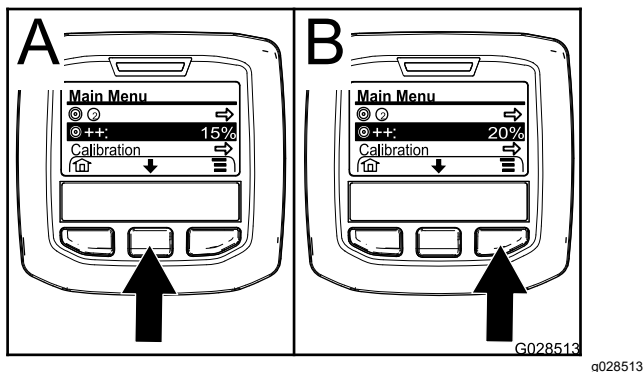

図 67
2. 必要に応じ、中央ボタンを押して散布率ブーストを表示させる 図 67。
注 散布率ブーストを示すアイコンは、的ターゲットを示す記号の右隣に表示される2つの記号です 図 67。
3. 右ボタン 図 67 を押すと、散布レートが5ずつ大きくなります最大20まで。